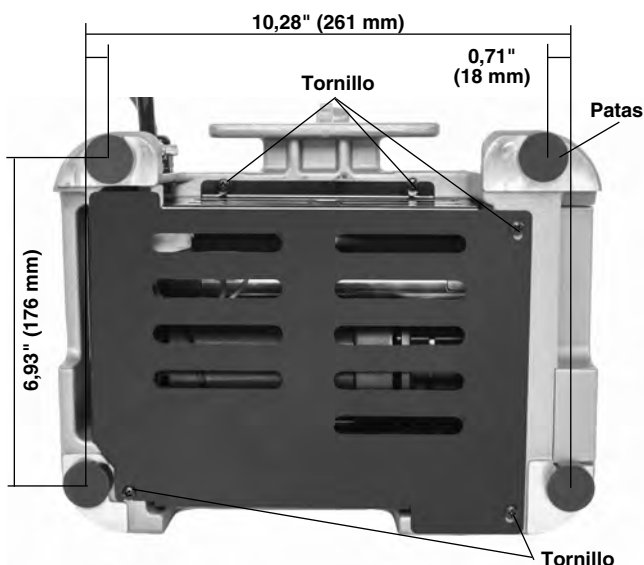

Figura 16 – Tornillos de la tapa inferior
2. Afloje los cinco tornillos que sujetan la tapa inferior (Figura 16) y quite la tapa. Algunos tornillos quedan retenidos en la tapa.